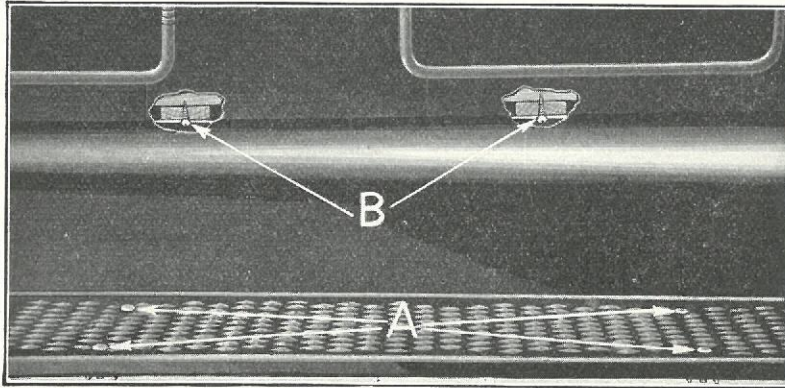

Fig. 542
- 1170** Skru Møtrikkerne af de fire Trinbrædtbolte (Fig. 542-A), udtag Boltene og løft Trinbrædtet af.
- 1172** Indsæt de fire Trinbrædtbolte (Fig. 542-A) og forsyn dem med Fjederskiver, inden Møtrikkerne sættes paa. (Spænd ikke Møtrikkerne fast til, før alle Bolte er sat i).
- 1177** Skru de to Træskruer (Fig. 542-B), som holder Sidestænskærmen til Karosseriet, ud, naar Trinbrættet er aftaget.
- 1191** Skru de to Træskruer (Fig. 542-B) i, der holder Sidestænksskærmen til Karosseriet.